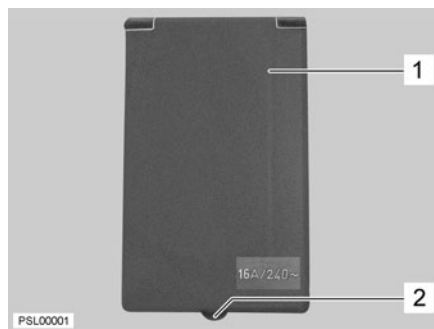

Fig. 34 Trampilla exterior conexión de 230 V
- Sujetar la trampilla exterior (Fig. 34,1) en la saliente (Fig. 34,2) y girarla hacia arriba.
- Girar hacia abajo la trampilla exterior (Fig. 34,1) y cerrarla presionándola.